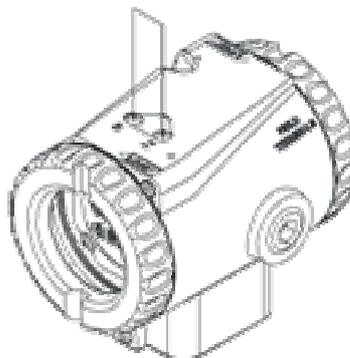

Рисунок 5.2 – Местная регулировка нуля и шкалы
Под идентифицирующей пластиной датчика есть два отверстия, в которые вставляется магнитный инструмент для выполнения местной регулировки. См. рисунок 5.2.
- ✓ Вставьте магнитный инструмент в отверстие регулировки ZERO. (См. рисунок 5.2)